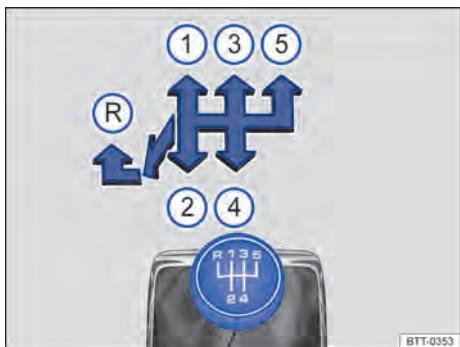

Fig. 79 Esquema de troca de marchas.
As posições de cada marcha estão representadas na alavanca de troca de marcha → Fig. 79.
- Empurrar a alavanca de troca de marcha totalmente para a esquerda e depois para frente até a posição da marcha a ré → Fig. 79 **(R)**.